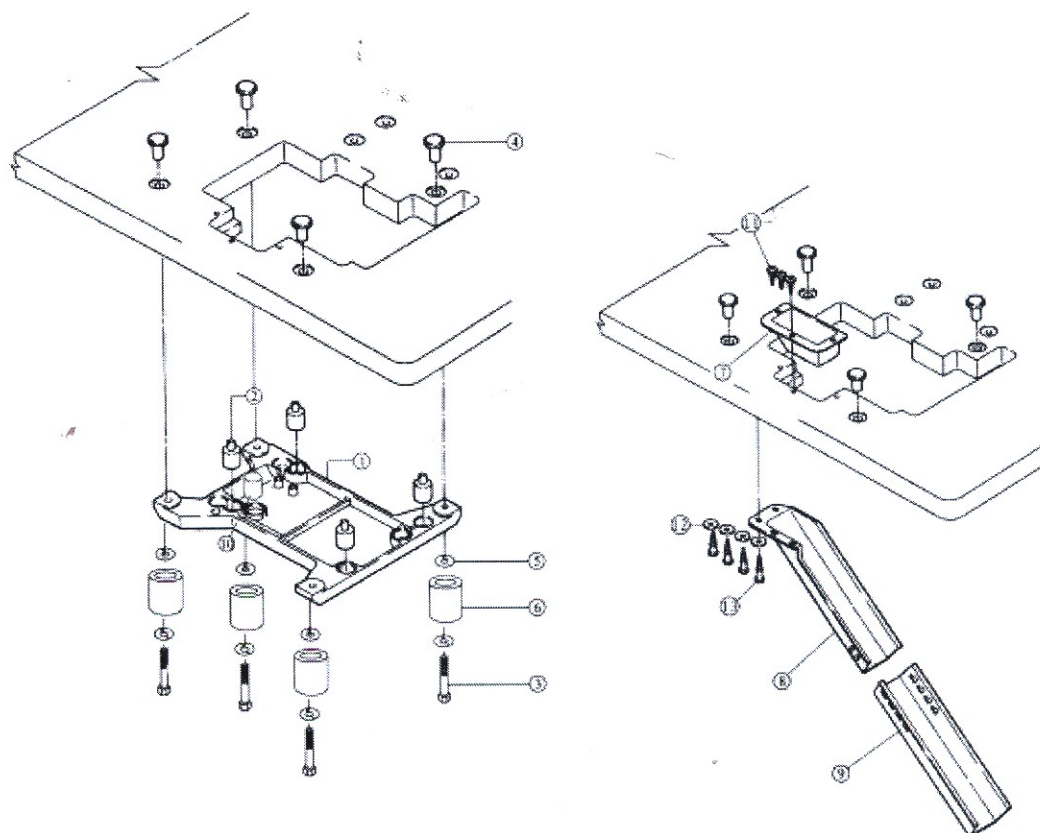

Figura 2
- Instale os componentes de suporte da máquina e a canaleta de resíduos conforme indicado na Figura 2. No caso de montagem semi-embutida, a distância entre a superfície da chapa da agulha e o tampo da mesa é de 100 mm. Para montagem embutida, a distância é de cerca de 5,0 mm.